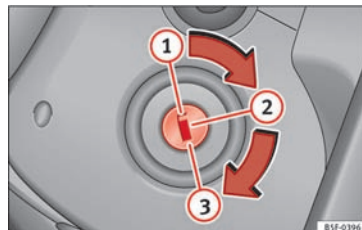

Fig. 168 Tændingsnøglens positioner
I denne position » » Fig. 168 er tændingen afbrudt, motoren er standset, og rattet kan låses.
- Drej tændingsnøglen til positionen »» Fig. 168 ②. Mens motoren forgløder, lyser kontrollampen ☹.
- Så snart kontrollampen slukker, skal du dreje tændingsnøglen til position ③ for at starte motoren. Træd i den forbindelse ikke på speederen.
- Drej tændingsnøglen til positionen »» Fig. 168 ①.